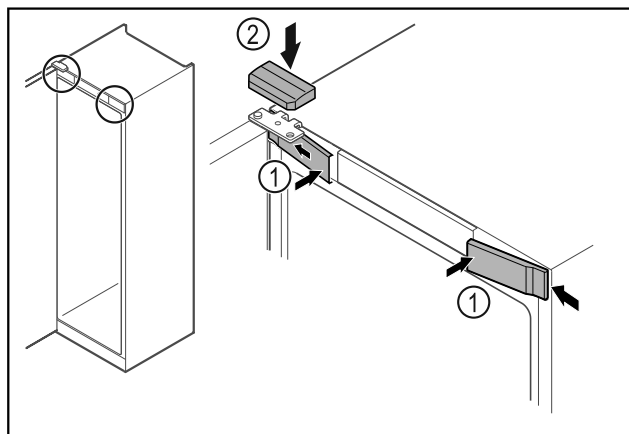

Fig. 63
- ▶ Bočno zakvačite prednje poklopce Fig. 63 (1) i uglavite ih.
- ▶ Uglavite gornji poklopac Fig. 63 (2) odozgo.